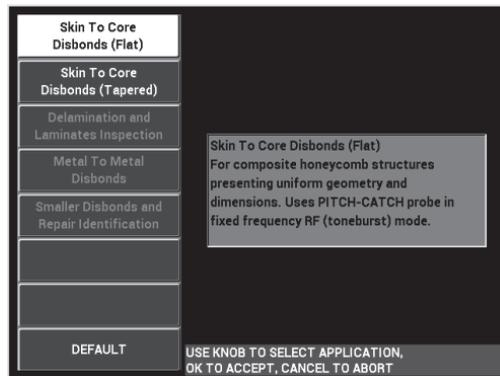

Figura 6-2 Aplicación Pérdida de adherencia de revestimiento a núcleo (geometría plana)
3. Seleccione la aplicación **Pérdida de adherencia de revestimiento a núcleo (geometría plana)** y, después, pulse la tecla Confirmación/Enter (✓) para aceptar la selección. Ver la Figura 6-2 en la página 138.